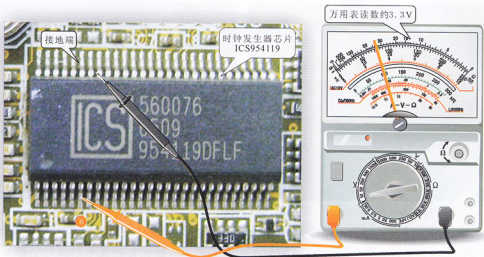

图 11-13 用万用表检测时钟发生器芯片的供电引脚
由图11-3可知,时钟发生器芯片的⑥、⑩、⑰、⑳、㉓、㉔、㉕、㉖脚为电源供电端用万用表检测时钟发生器芯片供电端的电压(以检测④的供电电压为例),正常时,应为3.3V,如图11-13所示(图中以检测⑥脚的电压为例),将万用表的量程调到直流10V挡,将万用表的黑表笔接地,用红表笔检测时钟发生器的各供电引脚。